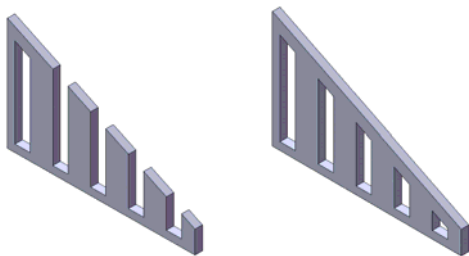

图 4-3 没选择随行变化（左）与选择了随行变化（右）
- ☒ 随型变化：让阵列实例重复时改变其尺寸，如图 4-3 所示。